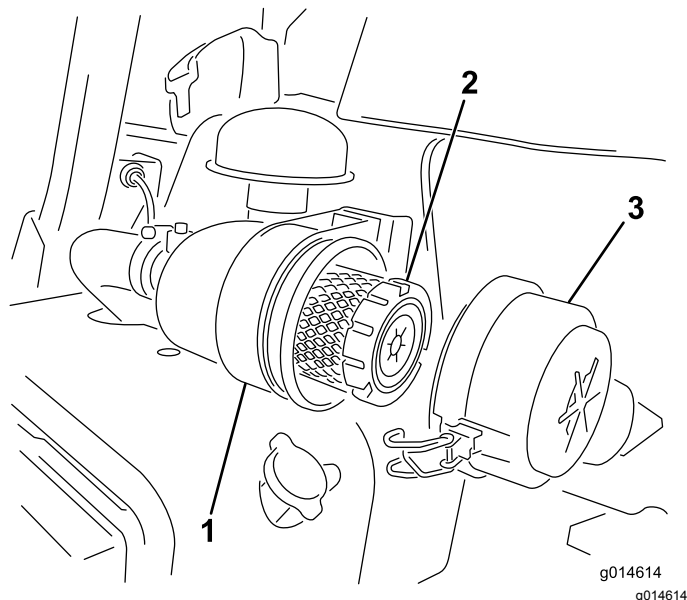

図 25
1. エアクリーナのカバーをボディーに固定しているラッチを外す 図 25。
7. ラッチをしっかりと掛ける 図 25。